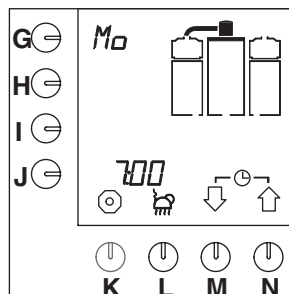

Fig. 13 Exemple jour et heure
- Le jour et l'heure s'affichent un instant sur l'écran de contrôle (fig.13).
- Le jour et l'heure s'affichent sur l'écran de contrôle (fig.13).
- Le jour et l'heure s'affichent un instant sur l'écran de contrôle (fig.13 ).